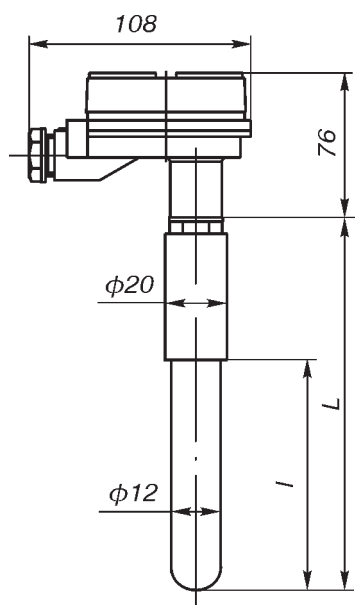
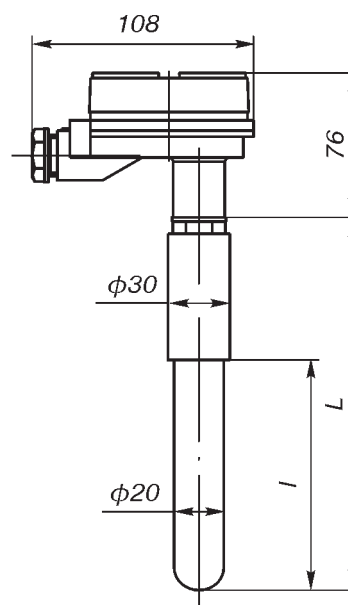
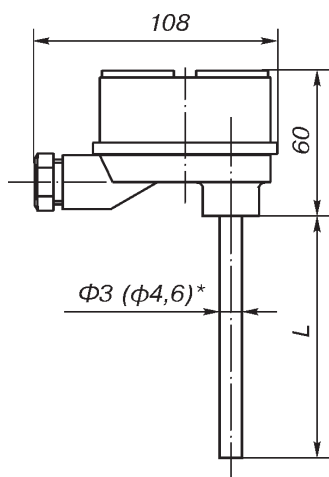
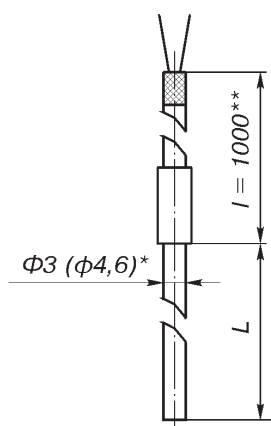

Рис. 7.
Рис. 8.
Рис. 1.
Рис. 2.
**Назначение:** преобразователи термоэлектрические **ТХА Метран-201 по рис. 7, 8** предназначены для измерения температуры высокотемпературных газовых сред, например, в обжиговых печах огнеупорного производства. Преобразователи имеют разборную конструкцию, включающую сменный чувствительный элемент, изготовленный на базе термопарного кабеля КТМСП(ХА). Погружаемая часть - чехол корундовый газоплотный марки КТВП. Внутренняя полость арматуры загерметизирована.
(рис. 7, 8)
**01** по рис. 1**02** по рис. 2**03** по рис. 3**31** по рис. 1А**32** по рис. 2А**33** по рис. 3А**04** по рис. 4**05** по рис. 5**06** по рис. 6 (только ТХА Метран-201)**07** по рис. 7 (только ТХА Метран-201)**08** по рис. 8 (только ТХА Метран-201)
**Назначение:** преобразователи термоэлектрические **ТХА Метран-231** и **ТХК Метран-232** по рис. 1, 2, 3 (кабельные) предназначены для измерения температуры жидких и газообразных химически неагрессивных сред, а также агрессивных, не разрушающих материал оболочки кабеля.
**Материал головки:** полиамид Технамид® А-СВ30-Л - для рис. 1.